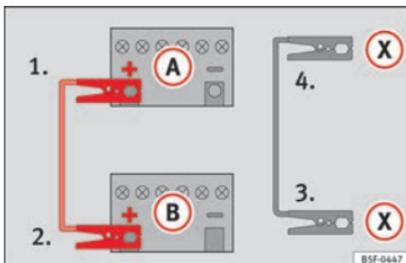

Abb. 71 Anschlusschema für Fahrzeuge mit Start-Stopp-System.
– Bei Fahrzeugen mit Start-Stopp-System: ein Ende des schwarzen Starthilfekabels (X) an einen geeigneten Masseanschluss, ein massives, fest mit dem Motorblock verschraubtes Metallteil oder an den Motorblock selbst anklammern » **Abb. 71**.
5. Klemmen Sie das andere Ende des schwarzen Starthilfekabels (X) im Fahrzeug mit der entladene Batterie an ein mit dem Motorblock verschraubtes, massives Metallteil oder an den Motorblock selbst, aber so weit wie möglich von der Batterie (A) entfernt an.